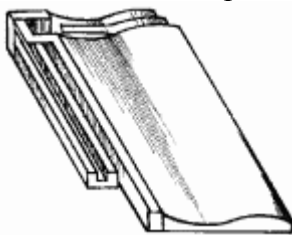

Рис. 4. Ленточная черепица с загнутым краем.
- ленточная черепица с загнутым краем (рис. 4);